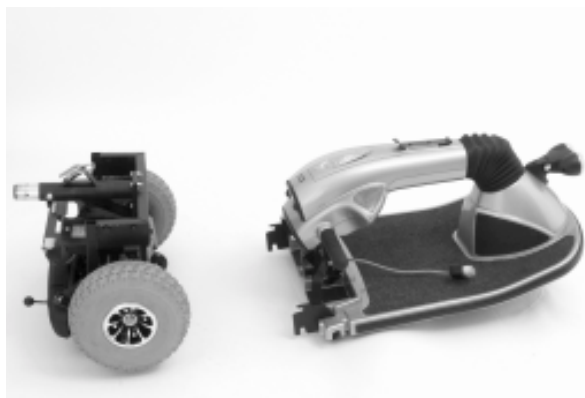

Figure 21. Sections du cadre
1. Positionnez les sections avant et arrière tel que montré dans la figure 21.